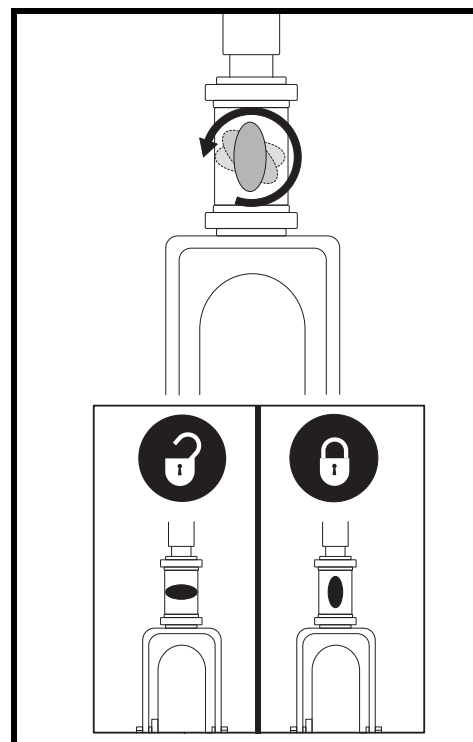

Figura 22. Manopola di blocco del manubrio (esclusivamente per il modello 104)
1. Estrarre la chiave dall'apposito interruttore. *Per il modello 104*, bloccare il manubrio in posizione diritta in avanti spingendo la manopola di blocco del manubrio e ruotandola in senso orario di 90°. **Vedere figura 22.** La ruota anteriore deve essere rivolta in avanti per bloccare il manubrio.